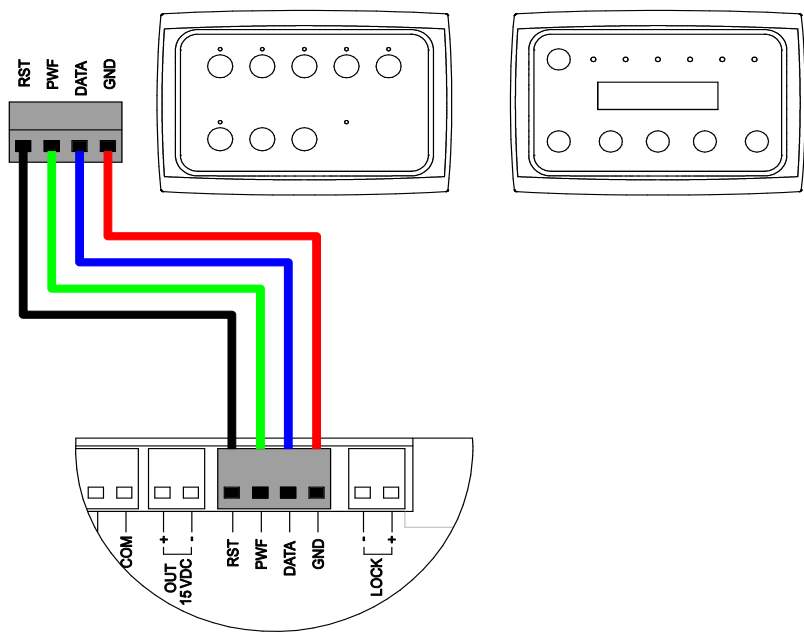

Fig.34
2) Introduire les deux batteries (C) dans l'étrier de fixation des batteries (B) et accrocher ce dernier à l'ergot de la base extrudée, comme sur la Fig. 34 ;
3) Visser l'étrier de fixation des batteries à la base extrudée avec la vis TCEI M6x10 (D).
5) Faire passer les câbles sur la coquille en aluminium, à l'intérieur des ressorts insérés sur la coquille (E) pour le passage des câbles, et puis sous la carte électrique, pour ensuite les faire monter quand ils arrivent au transformateur.
6) Attacher les câbles du câblage au rivet présent sur la plaque de soutien de l'électronique (F) et au trou présent sur la partie verticale de l'étrier en tôle (G) pour optimiser au mieux les encombrements et pour ne pas avoir de câbles volants à l'intérieur de l'automatisme.
7) Enclencher la borne du câblage (H) à la carte électronique, comme indiqué sur la Fig.34.
8) Enclencher la carte PCB chargeur de batteries (I) à la carte électronique, comme indiqué sur la Fig. 34.